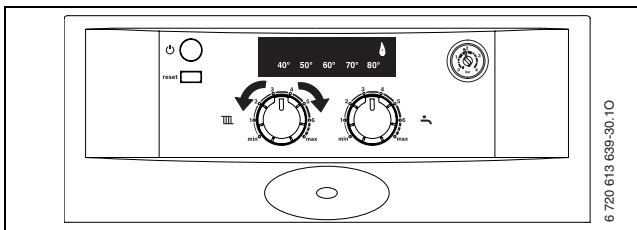

Fig. 30
- ▶ Allentare la vite della presa di pressione gas (1) (→ pag. 29) e collegare il manometro gas.
- ▶ Ruotare il selettore di temperatura per acqua calda sanitaria in posizione centrale (→ fig. 30).